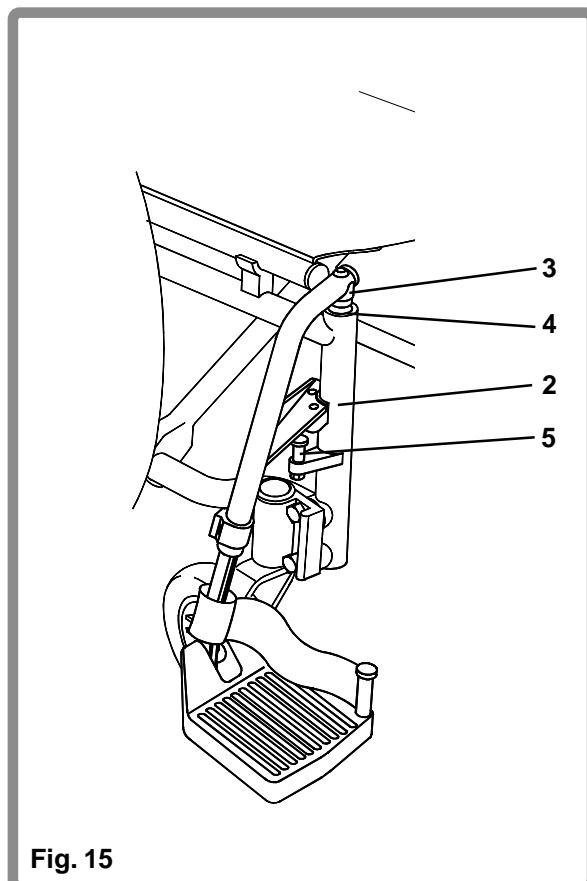

Fig. 15
Voor het terugplaatsen van de beensteun (Fig. 15) plaatst u de beensteunscharnierpen (3) in de geleider (4) aan het frame (2) met de beensteun in de richting van de buitenkant van het frame. Draai de beensteun naar binnen totdat deze in positie vergrendelt op de vergrendelpen (5).